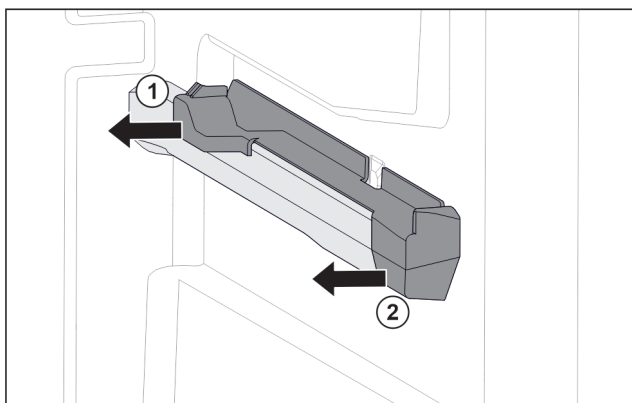

Fig. 194 Påsætningsdel på den højre beholderrist
- ▶ Træk den bageste del af påsætningsdelen af og til siden. Fig. 194 (1)
- ▶ Træk den forreste del af påsætningsdelen af og til siden. Fig. 194 (2)